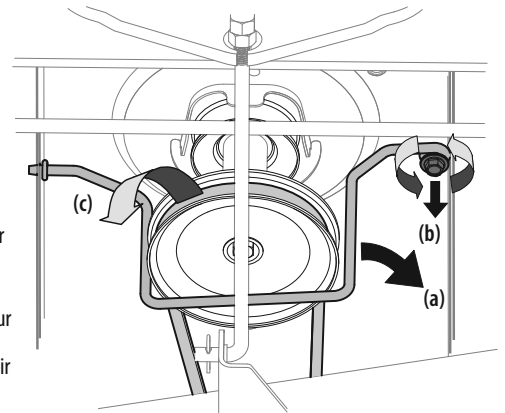

Figure 29
3. Enlevez la tige de retenue de la courroie (a) autour de la poulie du moteur en retirant le boulon autotaraudeur (b) qui la fixe. Voir Figure 29.
4. Retirez la courroie (c) autour de la poulie du moteur et de la poulie de tension. Voir Figure 29.